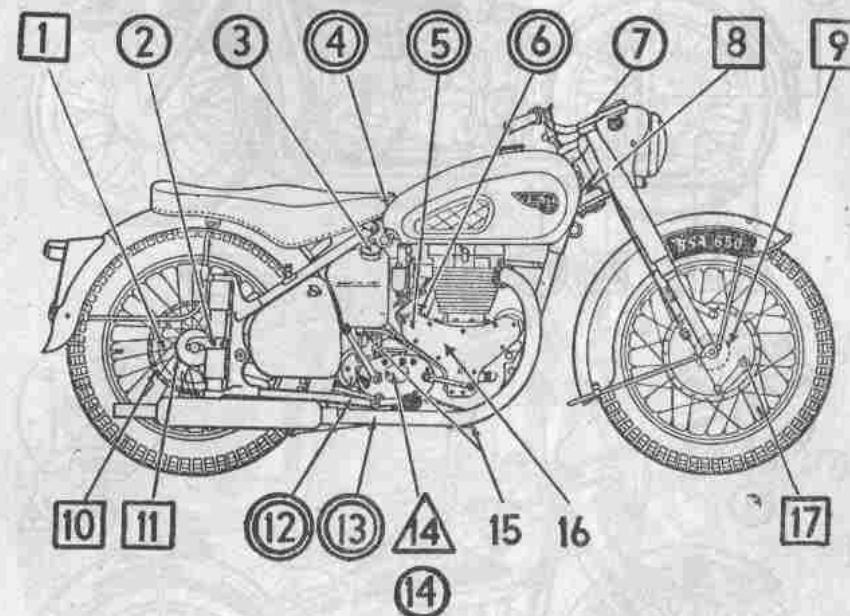

Fig. 382.—Puntos a atender (transmisión por cadena).
**Cuadro de Cuidados Periódicos** (figs. 382, 383 y 384). Los números de estas figuras van en: